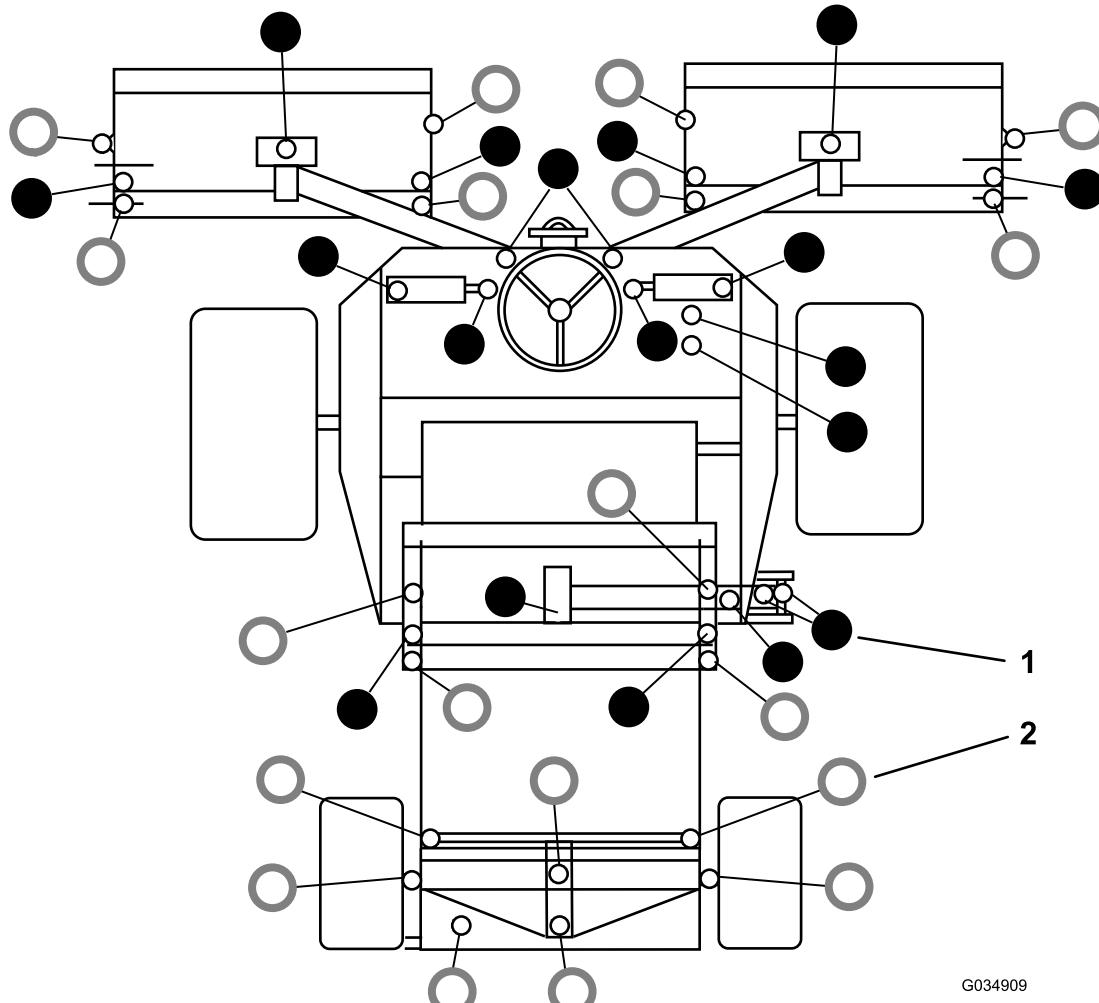

Figure 51
- Voir l'emplacement des graisseurs à la Figure 51.